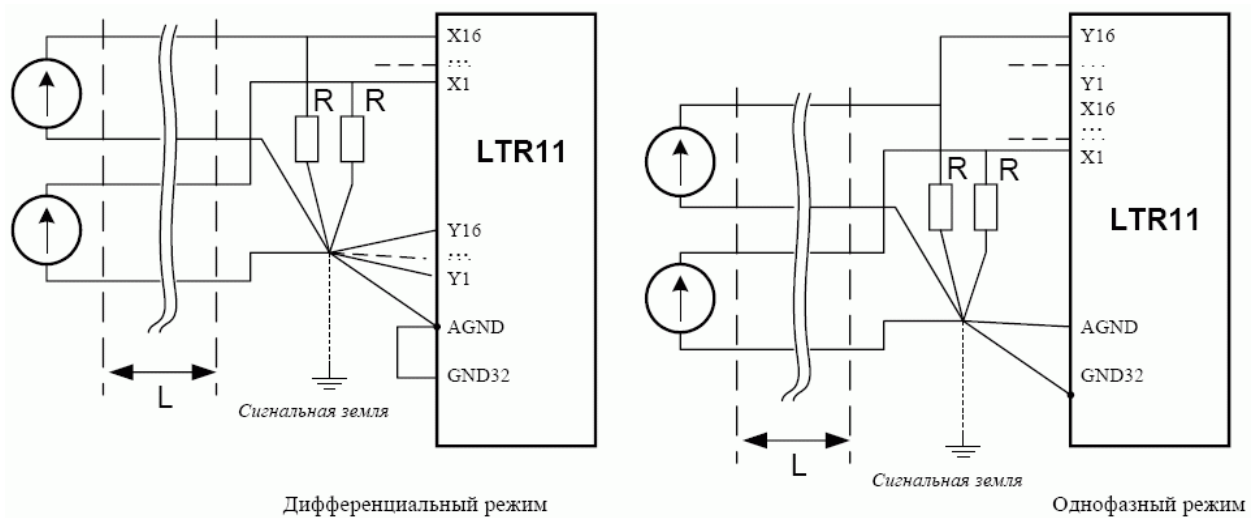

Рис. 5-8.
- Примените особый случай подключения входных сигналов *по току* (рис. 5-8, стр. 127), если в Вашей задаче это возможно сделать.
Существует частный случай подключения входных цепей, при котором длина входных проводов не оказывает существенного влияния на межканальное прохождение. Это подключение входных сигналов как источников тока. На рис. 5-8, стр. 127 приведены два случая такого подключения для 16-ти и 32-канального режима LTR11. В этих примерах резисторы должны иметь сопротивления 75...500 Ом (чем ближе к волновому сопротивлению линии, тем лучше). При этом источник сигнала должен обеспечивать соответствующий выходной ток для раскачки входного напряжения на требуемом входном диапазоне LTR11. Длина проводов L не оказывает существенного влияния на длительность переходного процесса на входе LTR11, поскольку фактически малый импеданс источника сигнала обеспечен.